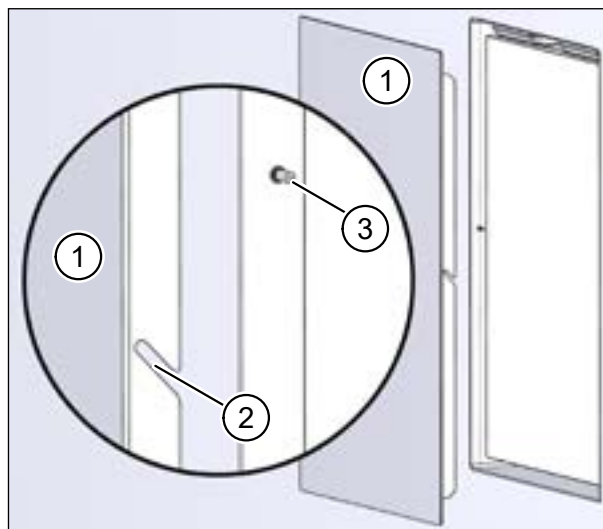

Рис. 52: установить крышку U²
- Удалите остатки штукатурки и грязи, чтобы крышка U² (поз. 1 на рис. 52) плотно прилегала к внутренней стене.
- Осторожно опустите крышку вниз. Выемки (поз. 2 на рис. 52) на удерживающей пластине вставляются в штифты (поз. 3 на рис. 52) рамы монтажной коробки.